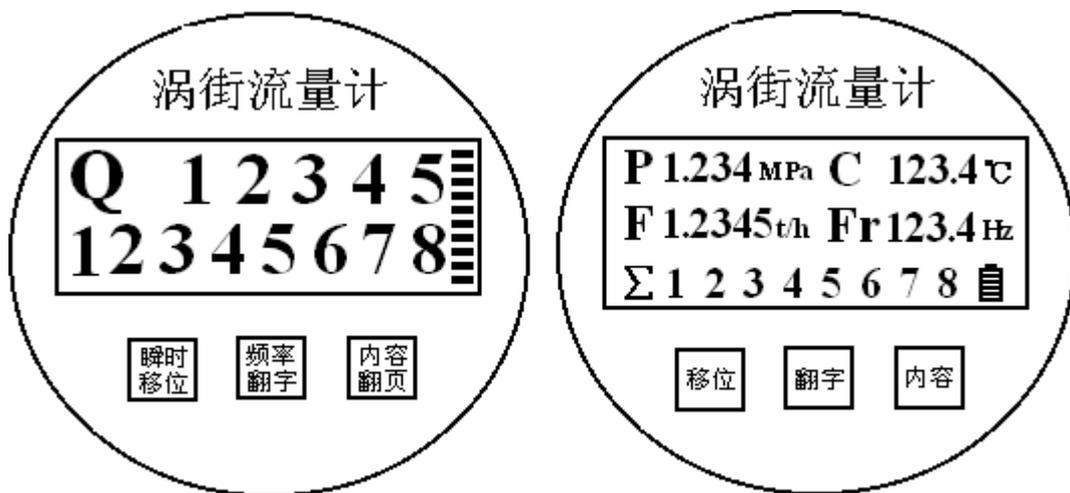

图 19
- 该型显示窗有双排显示和三排显示两种规格，双排显示面板主显示页上排显示瞬时流量，下排显示累计流量；三排显示面板主显示页可同时显示压力、温度、瞬时流量、频率、累计流量，按内容键可依次显示其他参数（见图 19）。